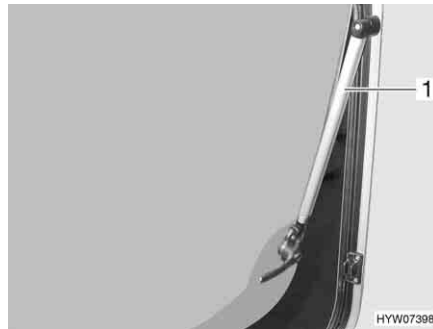

Fig. 59 Ventana abatible con soporte automático
- Abrir la ventana abatible hasta la posición de enclavamiento deseada. El soporte automático (Fig. 59,1) engatilla automáticamente.